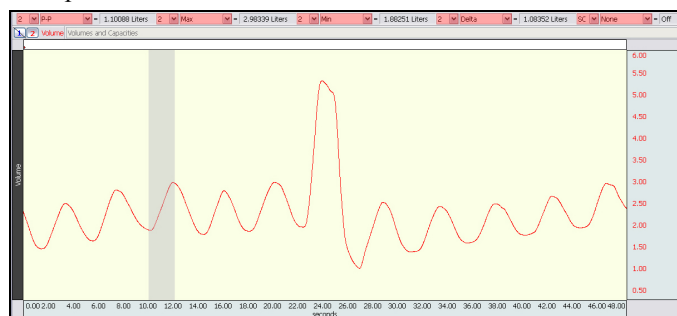

Fig. 12.24 Ejemplo de ciclo3 – selección de inhalación para medir VC
La medición P-P en Fig. 12.24 representa el primer valor requerido para el cálculo promediado del VC.
- a) Use el **Cursor-I** para seleccionar la **inhaleción** del ciclo 3 y anote el resultado P-P (Fig. 12.24). El área seleccionada debería estar desde la bajada al pico del tercer ciclo.